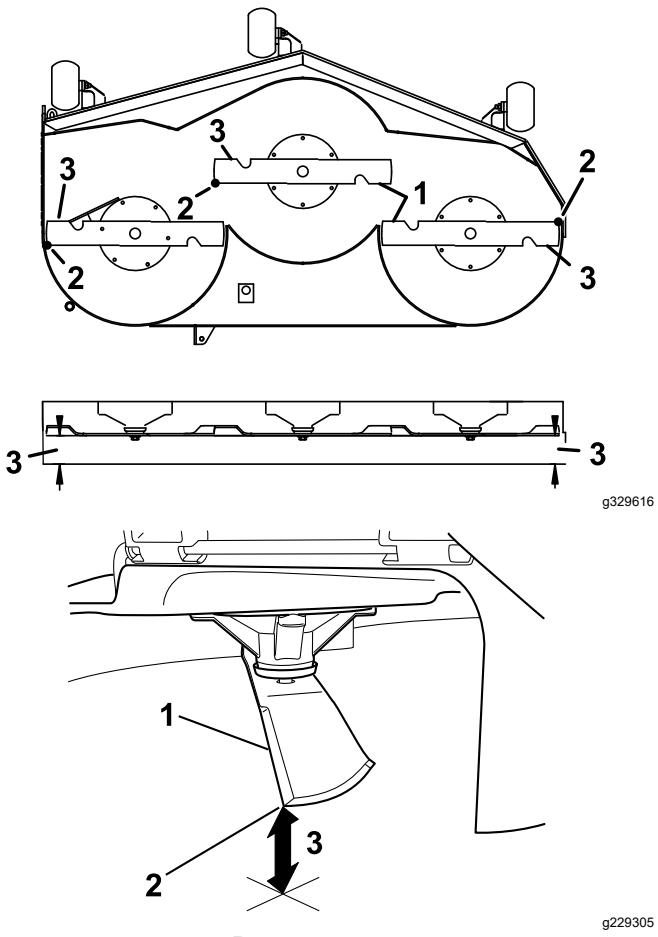

Рисунок 77
6. Измерьте расстояние от конца ножа до плоской поверхности (Рисунок 77). Если результаты обоих измерений отличаются более чем на 5 мм, отрегулируйте выравнивание по горизонтали; продолжайте выполнять эту процедуру.